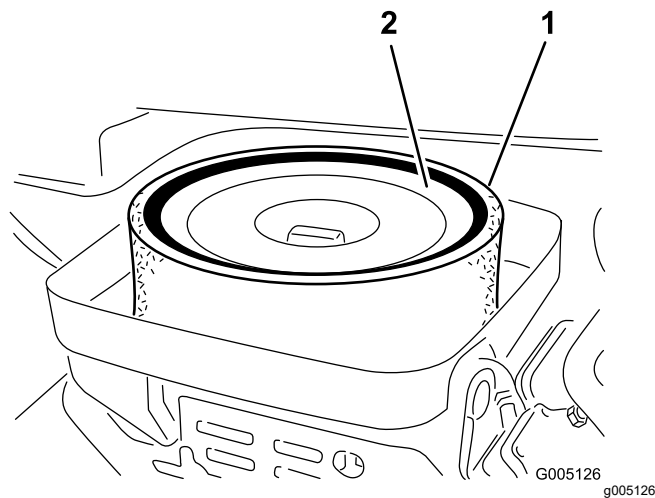

図 39
3. エレメントをエアクリーナに固定している蝶ナットを外す 図 39。
4. スポンジ 図 39 を点検し、汚れていればペーパーエレメントから外す。以下の要領で丁寧に清掃してください